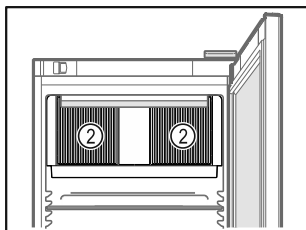

Fig. 71
- Oslobodite ventilacijske proreze Fig. 71 (2) za ventilator optoćnog zraka u unutrašnjosti.